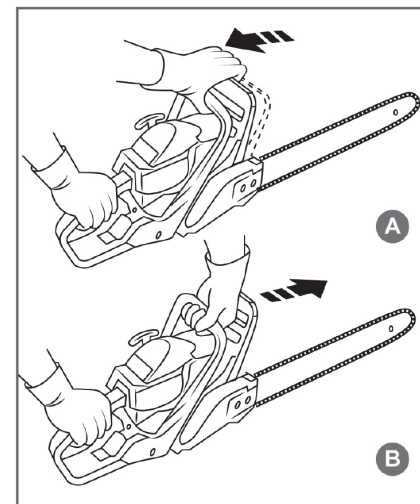

Рис. 7 Проверка механического тормоза
Тормоз цепи выключен (цепь может вращаться), когда ручка тормоза взведена (Рис. 7А).
Тормоз цепи включен (цепь не имеет возможности вращаться), когда ручка тормоза находится в отжатом положении (Рис. 7В).
3. Используя тормоз цепи, переместить левое запястье от себя и нажать им на ручку тормоза, не отпуская рукой переднюю рукоятку пилы (Рис. 7В).
6. Взведите ручку тормоза (Рис. 7А).
4. Убедитесь, что тормоз цепи включен (цепь заторможена), как показано на Рис. 7В.
**ВНИМАНИЕ!** После запуска двигателя немедленно выключите тормоз пильной цепи. Для этого потяните ручку тормоза на себя до щелчка (Рис. 7А).